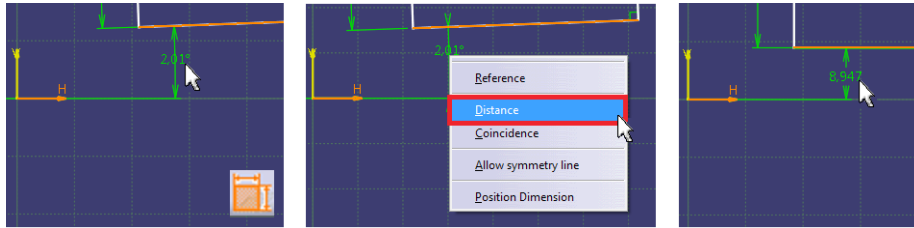

Bild 4.14 Anbindung an das Hauptkoordinatensystem
5. Sketch im Raum positionieren: Nachdem das Rechteck nun formstabil ist, muss es zur exakten Definition nur noch im Raum ausgerichtet werden. Dazu ist eine Anbindung an das Hauptkoordinatensystem notwendig. Zur Positionierung werden auch hier *Constraints* (Zwangsbedingungen) verwendet. Um numerisch stabil zu bleiben, wird das Profil zwar in die Nähe, aber bewusst neben das Hauptachsenkreuz gebracht. Demnach wird der Abstand zwischen Profil und Hauptachsenkreuz im Verhältnis zu den Profilabmessungen gewählt. Selektieren Sie die Funktion *Constraint* (Bedingung) und wählen Sie die untere kurze Kante des Rechtecks an. Als zweite Referenz wählen Sie die Horizontale des gelben Hauptachsenkreuzes. Aufgrund der intelligenten Bemaßung schlägt das Programm einen Winkel vor. Um die Bedingung in eine Abstandsbemaßung zu zwingen, öffnen Sie mit der rechten Maustaste das Kontextmenü und wählen den Menüpunkt *Distance* (Abstand). Das Profil richtet sich parallel zum Hauptkoordinatensystem aus und Sie können die Abstandsbemaßung im Raum absetzen (Bild 4.14).